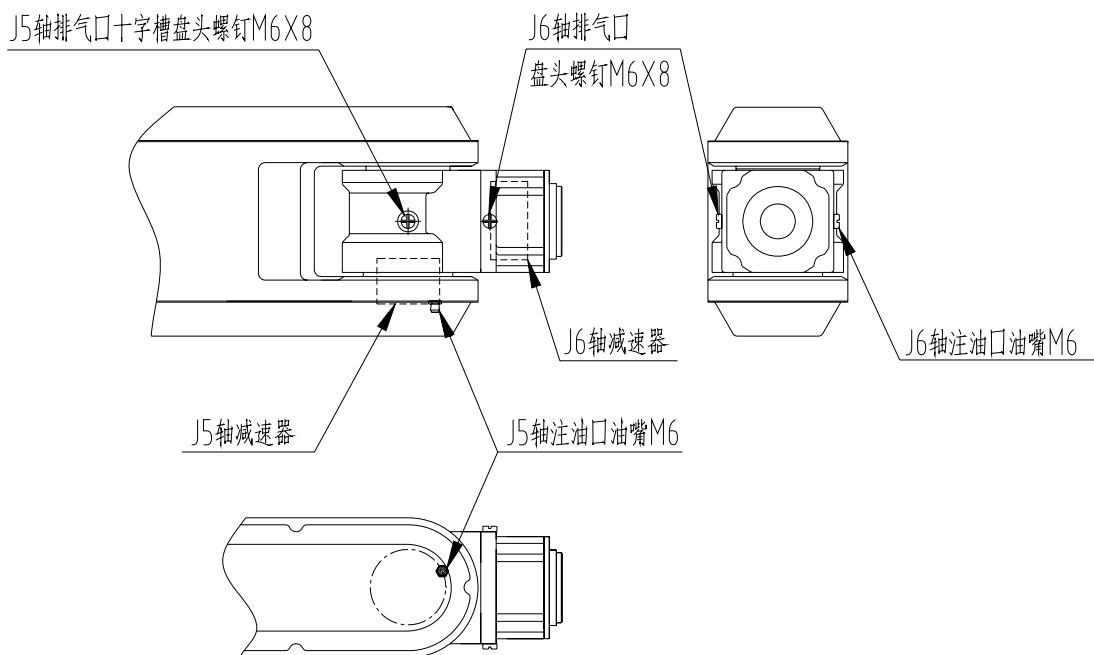

图 17 J5、J6 轴减速机局部结构
- ② 取下注油口的螺丝堵，在注油口上安装 M6 油嘴；
- ③ 用油枪从注油口分别为 J5、J6 轴注入润滑脂（参考图 17 J5、J6 轴减速机局部结构）；